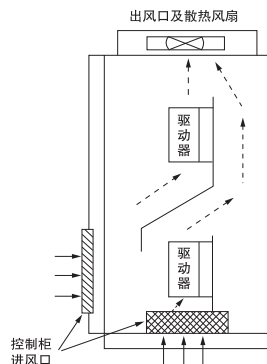

图 2-2 多台控制器的安装
- 控制柜内安装多台驱动器时，一般应采用并排安装方式，并配有进风口、出风口和专用散热风扇；如果采用上下安装方式时，驱动器之间还应加装导流隔板，以确保散热效果良好；如图 2-2 所示。